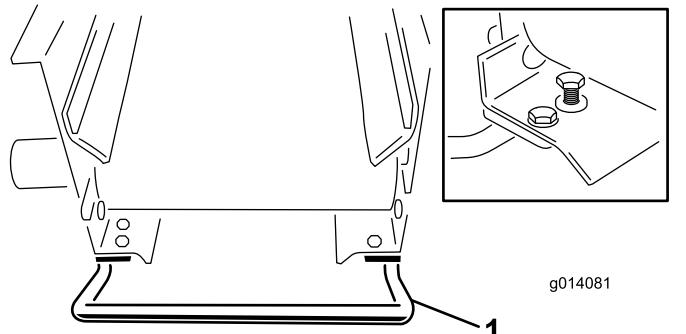

Figure 2
Fixez les poignées au transporteur transversal, sous les longerons, au moyen de (4) boulons 1/4 x 3/4" et contre-écrous à embase (Figure 2).